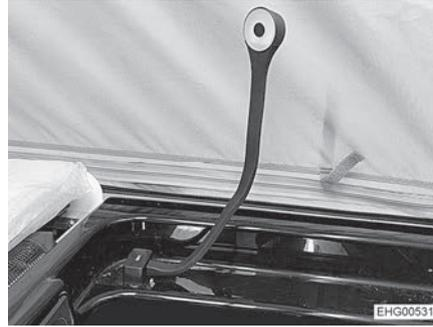
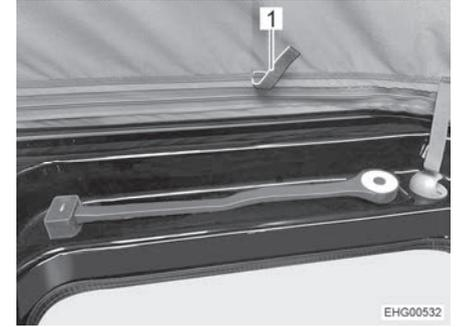

Fig. 53 Lampe col de cygne, position de fonctionnement
Fig. 54 Lampe col de cygne, position de transport
- Faire retourner la lampe col de cygne de la position de fonctionnement (Fig. 53) dans cette de transport (Fig. 54).
- Tirer la toile de tente vers l'intérieur par les pattes prévues à cet effet (Fig. 54,1).